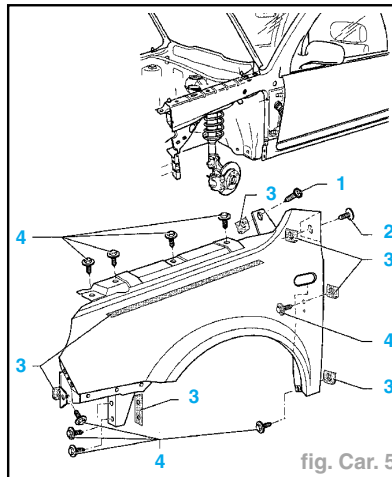

fig. Car. 5
- Dévisser la vis de fixation (1) (fig. Car. 5).
- Dévisser la vis de fixation arrière (2) entre l'aile et la porte.
- Dévisser les autres vis de fixation (4).